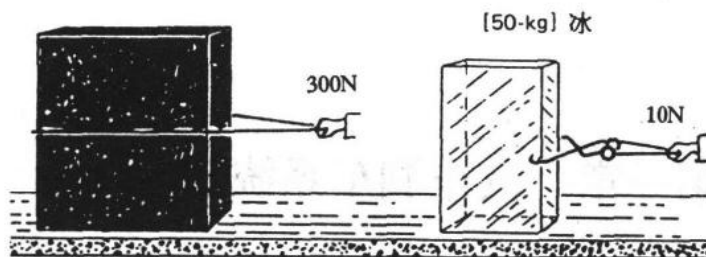

图 1-2 摩擦面材质与摩擦力之关系
- (2) 摩擦表面：粗糙的表面增加摩擦阻力。
- (3) 摩擦面的材质：如图 1-2 所示，材质不同，摩擦系数亦不同，摩擦系数大的摩擦阻力大。